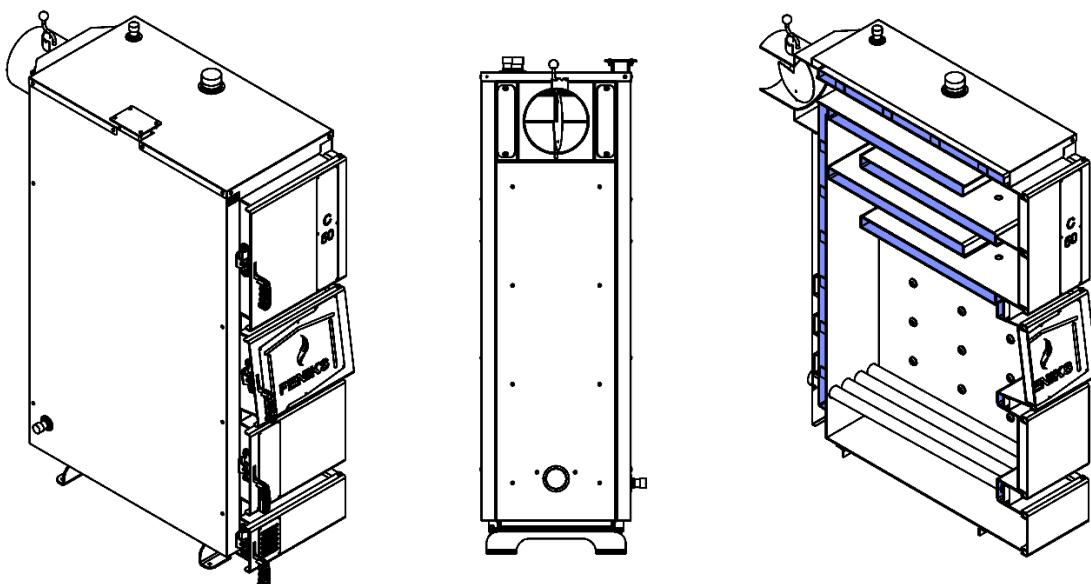

Рисунок 2 – Зовнішній вигляд та основні елементи котла
Конструктивно котел являє собою збірно-зварену конструкцію, що складається з корпуса (поз. 1, рис. 2) з камeroю згоряння (топкою) (поз. 2, рис. 2). Конвекційна частина котла складається з багатоходового теплообмінника (поз. 3, рис. 2) комбінованого типу – чотирьох горизонтальних полиць. Теплообмінник розташований безпосередньо над топкою.
Корпус котла виконаний в формі паралелепіпеду з подвійними стінками, які розділені водними перегородками (поз. 16, рис. 2). На зовнішній поверхні корпуса під декоративною обшивкою закріплена теплова ізоляція. (поз. 17, рис. 2).
Паливо для процесу спалення завантажується на колосникові грати (поз. 14, рис. 2) крізь завантажувальні дверцята (поз. 5, рис. 2). Колосникові грати виконані з товстостінних безшовних труб по яких постійно циркулює вода з водяної оболонки котла. Згоряння палива в топці відбувається за участю повітря, яке постачається під колосникові грати припливним вентилятором (поз. 19, рис. 2). Кількість повітря, необхідного для процесу згоряння, регулюється автоматично блоком автоматики управління (поз. 18, рис. 2), або за допомогою терморегулятора.
Підведення і відведення теплоносія здійснюється відповідно через патрубки зворотної мережної води (поз. 9, рис. 2) і прямої мережної води (поз. 8, рис. 2).
Топочні гази виходять у димохід крізь боров (поз. 12, рис. 2), розташований у задній частині котла. Боров обладнано вбудованим дросельним клапаном продуктів згоряння – шибером (поз. 13, рис. 2). У випадку надто високої тяги у димоході шибер дає можливість її знизити шляхом часткового перекривання вихідного отвору борова.
Зола, яка утворюється в процесі згоряння палива, зсипається в нижню частину корпуса котла – зольник (поз. 15, рис. 2).
- з вентилятором та блоком автоматичного управління – припливним вентилятором (поз. 20, рис. 2) під колосникові грати по каналу подачі повітря. Кількість повітря, необхідного для процесу згоряння, регулюється автоматично контролером (поз. 18, рис. 2).
У верхній частині корпуса котла розташований штуцер для встановлення запобіжного клапана або групи безпеки котла (поз. 11, рис. 2).
Для можливості встановлення вентилятора зверху корпуса котла, передбачений отвір, який заглушено кришкою (поз. 7, рис. 2).
Ревізійний дверцята (поз. 6, рис. 2), що розташовані на передній стінці котла, необхідні для періодичного чищення колосникових грат.
Для можливості періодичного обслуговування (чищення) теплообмінника передбачені дверцята у верхній частині котла (поз. 4, рис. 2).
Регулятор тяги необхідно приєднати до патрубка з внутрішньою різьбою, який знаходиться у верхній частині корпусу (рис. 2). Різьбове з'єднання при цьому потрібно ущільнити. Регулятор повернути таким чином, щоб наконечник для закріплення шестигранного важеля (з комплекту регулятора) був направлений вправо.